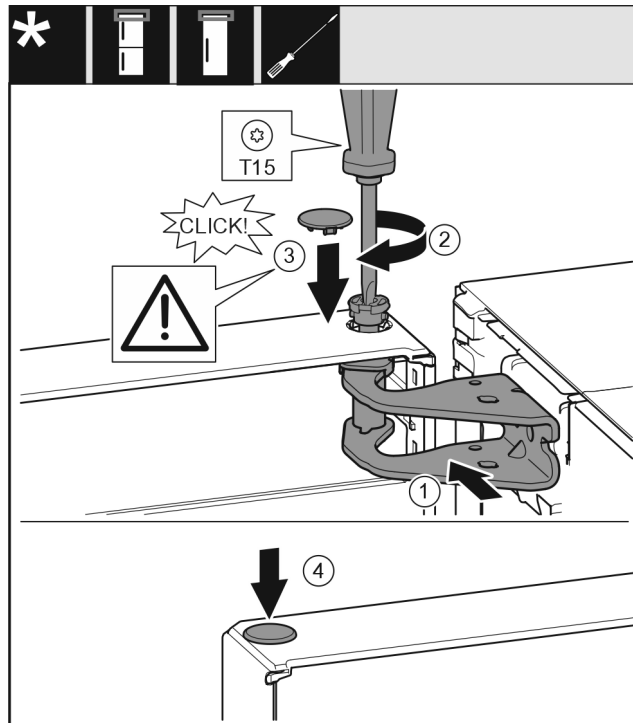

Fig. 15
- ▶ Aliniați ușa sus spre deschizătură în suportul de lagăr. Fig. 15 (1)
- ▶ Introduceți bolțul și înșurubați-l ferm cu șurubelnița T15. Fig. 15 (2)
- ▶ Montarea capacului de siguranță pentru siguranța ușii: Introduceți capacul de siguranță și controlați dacă este așezat pe ușă. În caz contrar, introduceți complet bolțul. Fig. 15 (3)
- ▶ Introduceți dopul. Fig. 15 (4)